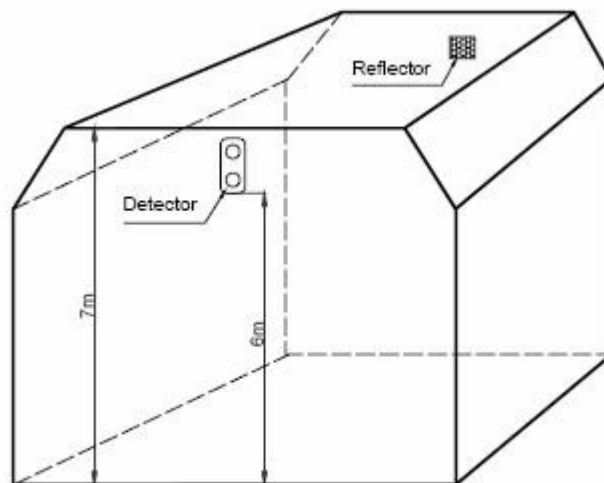
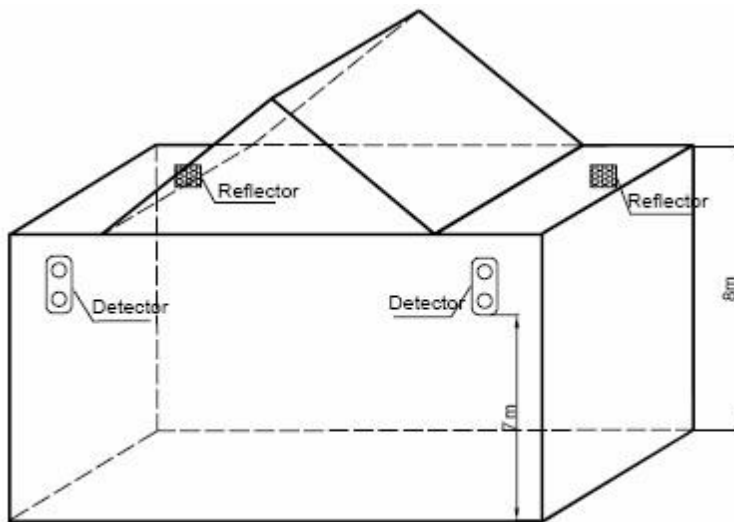

Fig. 5
Fig. 6
c) Quando a altura do ambiente ultrapassa os 8m, o telhado é geralmente inclinado, sem forração. Neste caso, o detector e o refletor devem ser montados nas duas paredes conforme indicado na fig. 5, a aproximadamente 8 metros do piso, com no mínimo 0,5m. de distância entre o detector/refletor e o teto, como mostrado na fig. 6. A distância deveria ser de 7m do detector até o piso.